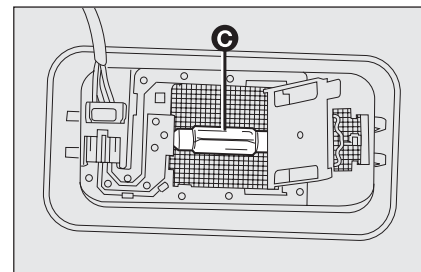

fig. 37
- ☐ sustituir la lámpara **C-fig. 37** separándola de los contactos laterales; introducir la nueva lámpara asegurándose de que la misma quede bloqueada correctamente entre los contactos;